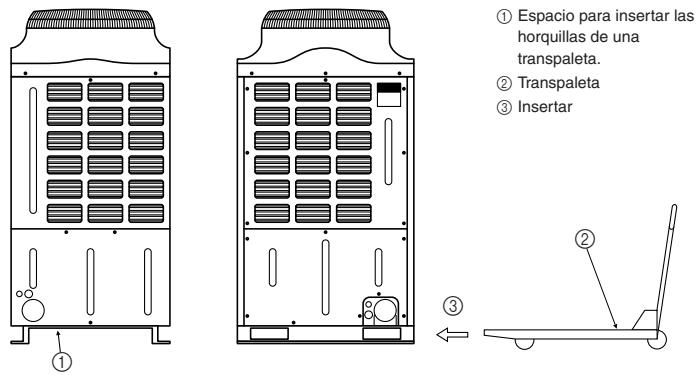

Fig. 3-2
3.2. Transporte en transpaleta (Fig. 3-2)